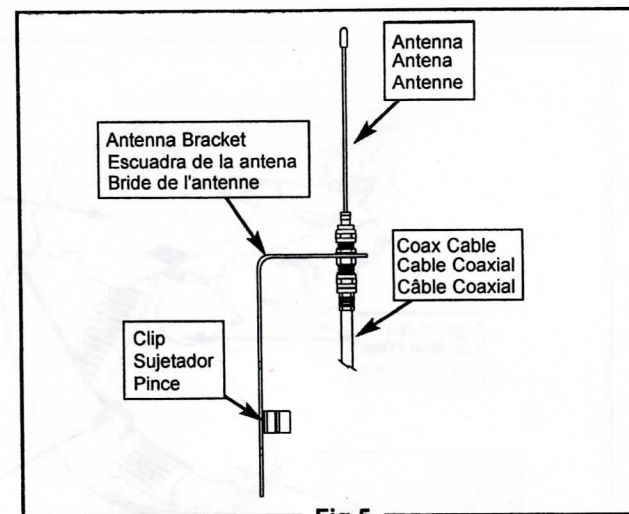

Fig. 5
**13. Connect Antenna Bracket (Fig. 5)**
**13. Conectar la escuadra de la antena. (Fig. 5)**
**13. Conectar la bride de l'antena (fig. 5)**